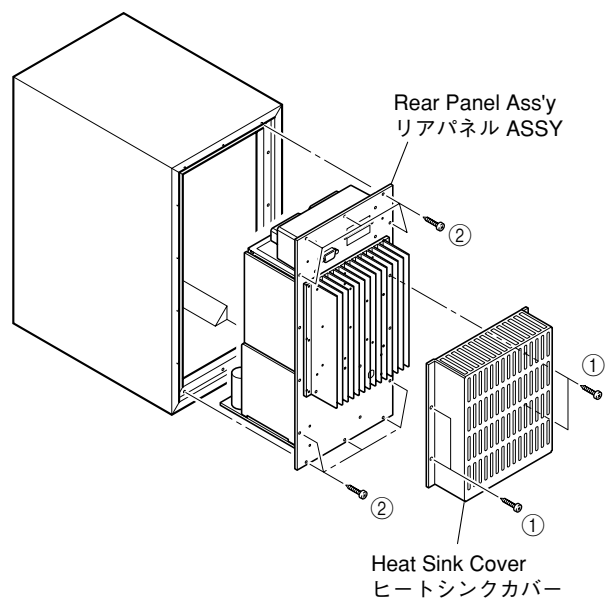

Fig. 2
- a. Remove 4 screws (①) and then remove the Heat Sink Cover. (Fig. 2)
- b. Remove 10 screws (②) and then take out the Rear Panel Ass'y. (Fig. 2)
- a. ①のネジ4本を外し、ヒートシンクカバーを外します。(Fig. 2)
- b. ②のネジ10本を外し、リアパネルASSYを取り出します。(Fig. 2)